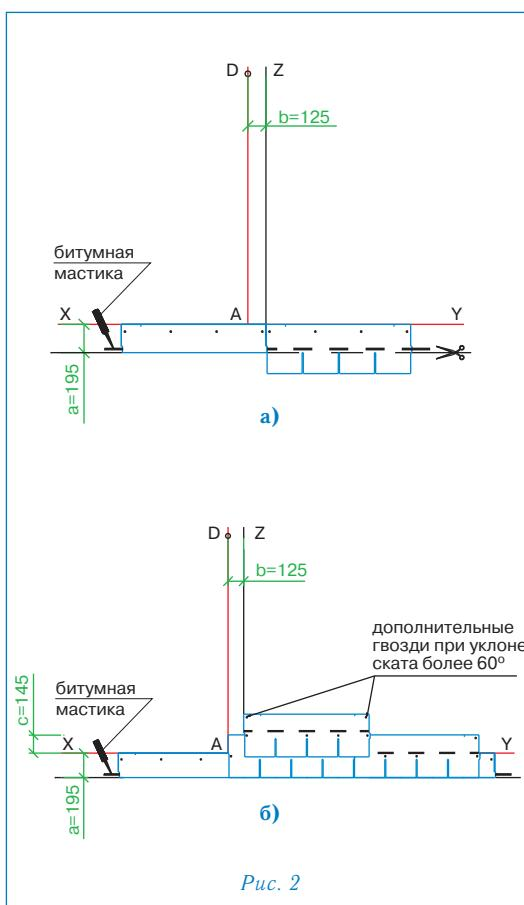

Рис. 2
Укладка материала (рис. 2)
Начальный ряд формируется из листов черепицы СТАНДАРТ обрезанных по линии образованной конечными точками вырезов. Полученные таким образом полосы шириной 19,5 см укладываются по линии карниза в обе стороны от линии Z (рис. 2а) и фиксируются по нижнему краю битумной мастикой, а по верхней кромке 4 гвоздями (ось гвоздей на 5 см ниже верхнего края полосы);
- далее первый ряд черепицы укладывается от линии AD (рис. 2б);
- второй ряд укладывается от линии Z (со смещением 12,5 см от AD) (рис. 2б);
Каждый лист черепицы СТАНДАРТ крепится 4 гвоздями (ось гвоздей на линии битумных kleевых полос) таким образом, чтобы гвоздь прошивал и верхний край низлежащего листа черепицы (рис. 2б).